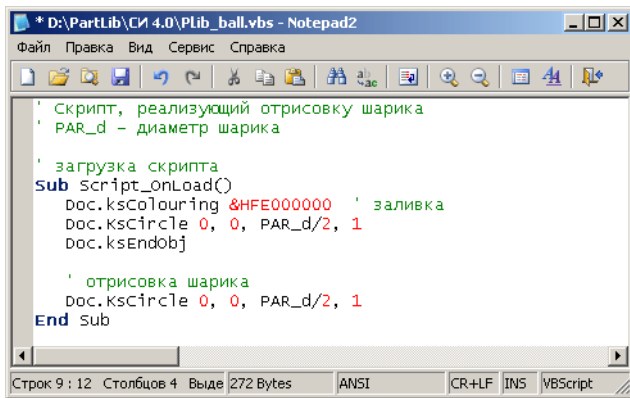

Рис. 3.27.
1. Откройте текстовый редактор, например, *Блокнот*, и введите текст скрипта, как показано на рис. 3.27.